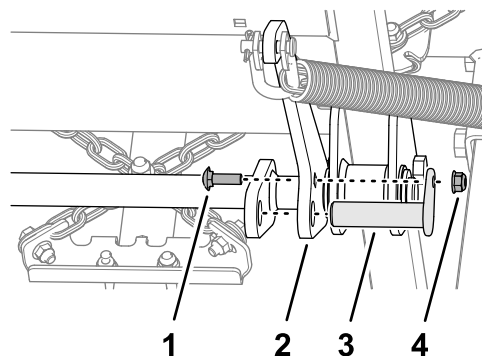

Figura 16
- Retire el perno de cuello cuadrado y la contratuerca con arandela prensada que sujetan el pasador del cilindro al brazo del eje de elevación (Figura 16).